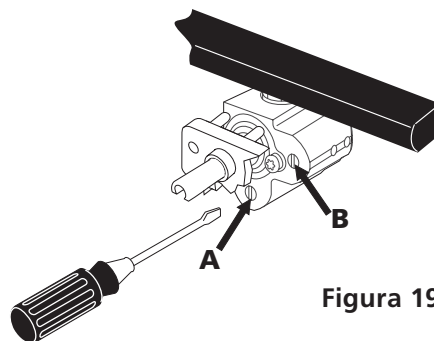

Figura 19
- El tamaño de la flama de la porción posterior del quemador puente puede aumentarse o disminuirse dándole vuelta al tornillo **A** (vea Figura 19). Utilice el tornillo **B** para ajustar el tamaño de la llama de la porción central del quemador puente o del quemador triple. Dé vuelta en sentido opuesto de las manecillas del reloj para aumentar el tamaño de la llama. Dé vuelta en sentido a las manecillas del reloj para disminuir la llama. Ajuste la llama hasta que usted puede dar vuelta rápidamente a la perilla de la posición LITE a la POSICIÓN MÁS BAJA sin extinguir la llama. La llama debe ser tan pequeña como sea posible sin apagarse.